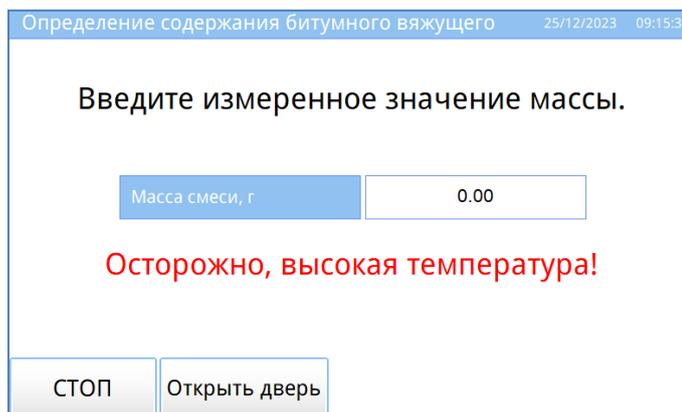
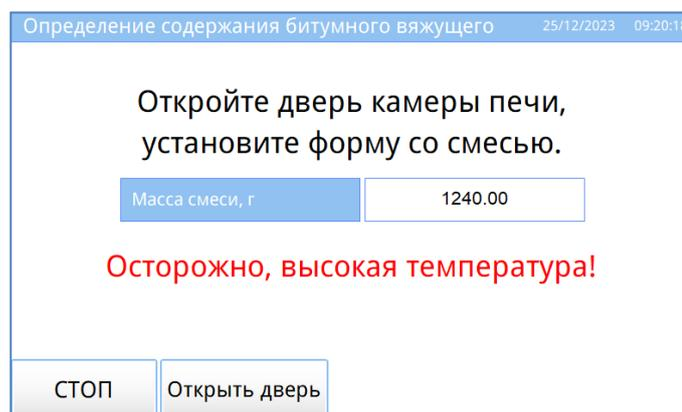

Рисунок 10 – Ввод измеренного значения массы
Рисунок 11 – Установка формы со смесью
4.5.10 Определить массу пробы, ввести на дисплее (см. рисунок 10).
4.5.11 Загрузить форму со смесью в камеру печи для дальнейшего выжигания (см. рисунок 11).
4.7.8 Определить массу пробы на лабораторных весах, ввести в аппарат (см. рисунок 10). Загрузить форму со смесью в камеру печи для дальнейшего выжигания (см. рисунок 11).